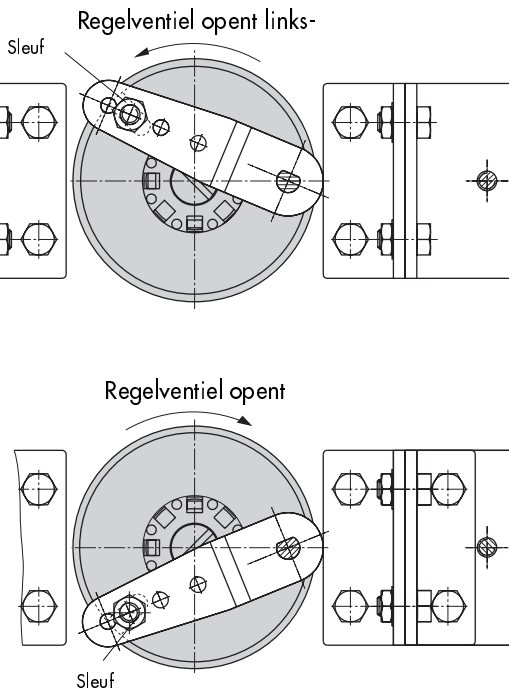

Fig. 8 · Aanbouw aan draaiaandrijving
5. Aansluitplaat (6) resp. manometerhouder (7) met manometers op klepstandsteller monteren; let op de juiste positionering van de beide afdichtingsringen (6.1). Bij dubbelwerkende veerloze draaiaandrijvingen is een omkeerversterker voor de aanbouw op de aandrijving nodig, zie daarvoor par. 2.5.
6. Op de hefboom M (1) van de klepstandsteller de standaard aftaststift (2) uitschroeven. De blanke aftaststift ( $\varnothing 5$ ) uit de aanbouwset nemen en in het gat voor stiftpositie  $90^\circ$  vastschroeven.
7. Klepstandsteller op bovenste hoekstuk (10) plaatsen en vastschroeven. Daarbij de hefboom (1) zodanig uitrichten, dat deze rekening houdend met de draairichting van de aandrijving met de aftaststift in de sleuf van het koppelingswiel (4) grijpt (fig. 8). In ieder geval moet worden gewaarborgd, dat bij de halve draaihoek van de draaiaandrijving de hefboom (1) parallel met de langszijde van de klepstandsteller staat.